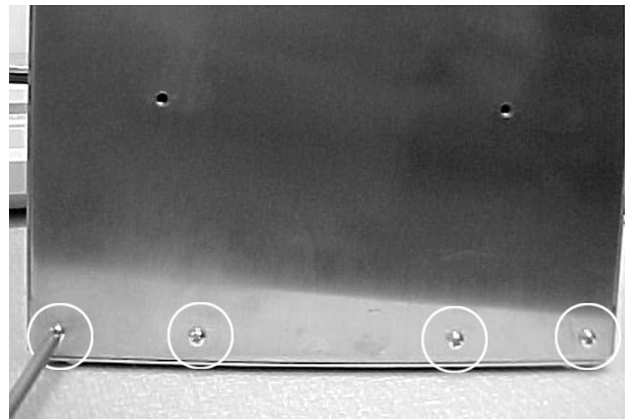

Abb. 5-12 Lampenkopfabdeckung abnehmen
3. Bei Geräten mit externem Gebläse die 11 Schrauben von der Lampenkopf-Abdeckung und dann die Abdeckung abnehmen. Siehe Abbildung 5-12. Bei Geräten mit internem Gebläse siehe Abschnitt *Abdeckung von Lampenkopf mit internem Gebläse abnehmen* auf Seite 5-9 zum Abnehmen der Abdeckung.